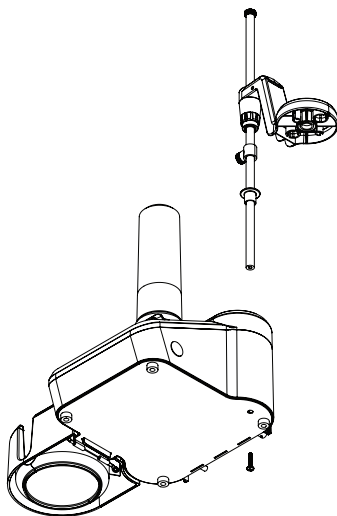

Figura 3. Ubicación del cierre para ajustar el eje del soporte para electrodos
2. Para ajustar el eje del soporte para electrodos, incline la unidad y ajuste el cierre proporcionado. El cierre es un tornillo cautivo al que se puede acceder a través del orificio de la parte inferior del valorador. Se incluye un destornillador de tipo Torx T20 con el valorador para utilizarlo en este paso de la instalación. Consulte la **Figura 3**.